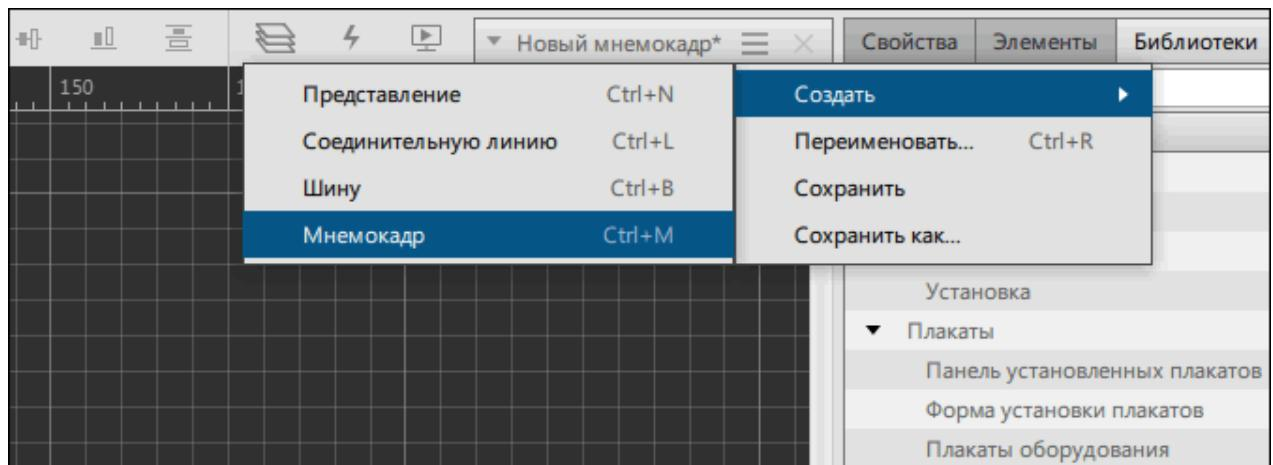

Рисунок 371 - Создание мнемокадра
1. Нажмите на и выберите **Создать** → **Мнемокадр** (Рисунок 371).